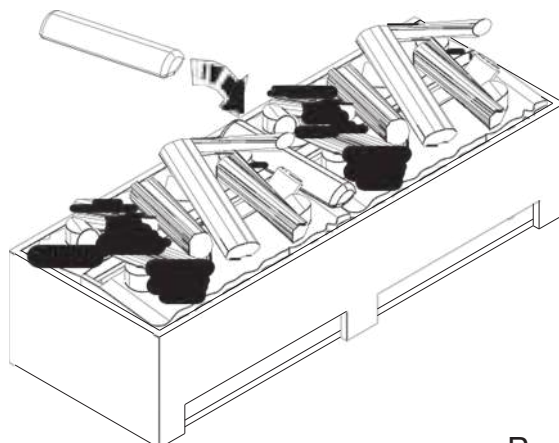

Рис.17
5. Каждая топочная корзина с поленьями поставляется с незакрепленным бревном без светодиодов. Для устройства CAS500R его можно поместить поверх топочной корзины или хранить вместе с упаковкой. При установке CAS1000R или нескольких устройств незакрепленное бревно можно поместить на центральное соединение между двумя топочными корзинами (рис. 17).